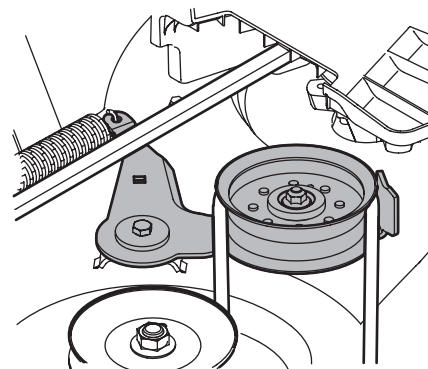

Figura 4-3
8. Desde el lado derecho del tractor, inserte una llave de trinquete de  $\frac{3}{8}$ ", regulada para *ajustar*, en el orificio cuadrado de la polea loca. Vea la Figura 4-3.
- Pivote la llave hacia adelante para mover la polea de transmisión de la plataforma hacia adelante. Vea la Figura 4-3.